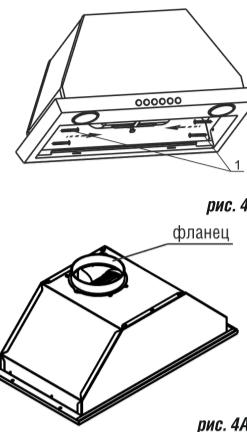

рис. 4
- 6.1 Монтаж врезного блока к подвесному элементу мебели над плитой. (рис. 4, 5.)
- Затем, отвернув четыре винта 1 (рис. 4), аккуратно снимите нижнюю панель врезного блока;